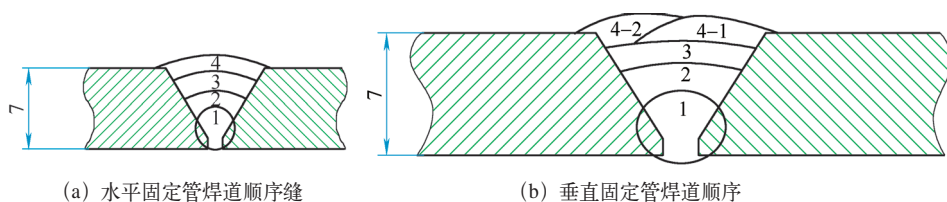

图4 焊道顺序
(5) 焊道分布 焊道的分布如图4所示。
(6) 打底焊接 打底焊接操作时易出现的问题：①打底层焊缝易氧化，焊接时铁液外溢。②坡口边、接头和最后封口处易出现未熔合。③收弧时易产生火口裂纹。